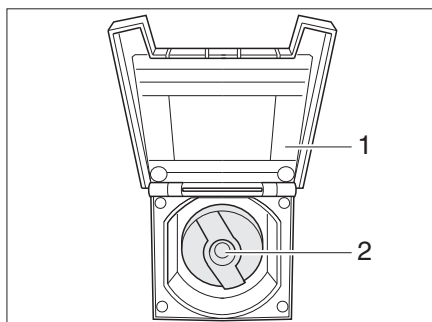

Fig. 367 Coperchio per bocchettone di riempimento dell'acqua potabile
- Aprire lo sportellino (Fig. 367,1) del bocchettone di riempimento dell'acqua potabile.
- Inserire la chiave nel cilindro della serratura (Fig. 367,2) e ruotare in senso antiorario di un quarto di giro.
- Aprire il bocchettone di riempimento dell'acqua potabile (Fig. 367).